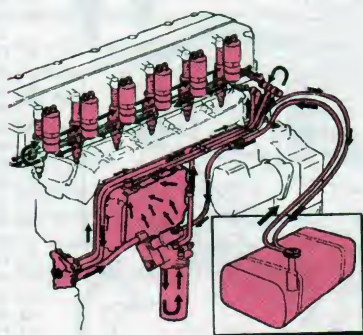
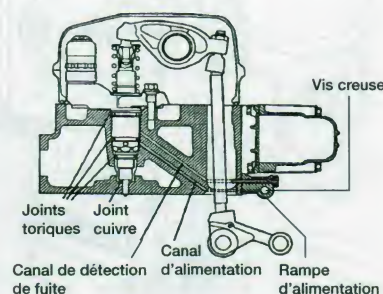

Figure 78.4. Circuit basse pression sur un moteur Volvo DH12, avec injecteurs-pompes
Figure 78.5. Circuit interne basse pression d'une culasse de moteur Scania
- *circuit d'alimentation* basse pression (fig. 78.4 et 80.3), à l'extérieur et à l'intérieur de la culasse (fig. 78.5) ;
L'alimentation en carburant des *injecteurs-pompes* est assurée par l'intermédiaire d'une pompe (électrique sur VL, à engrenages sur poids lourds ou industriel, **fig. 78.4**). La pression du système varie entre 2 bar, à plus de 7 bar, régulée par un *clapet* de décharge en sortie de *culasse*. Le calculateur, sur certains équipements, est relié et refroidi par la circulation du carburant en aspiration (**fig. 78.4**). La (ou les) culasse(s) comprend les canalisations de carburant, permettant le fonctionnement des *injecteurs-pompes*.
L'étanchéité est obtenue par des joints toriques, et il existe, sur certaines culasses, un canal supplémentaire appelé « canal de fuite » (**fig. 78.5**), permettant le repérage éventuel d'un joint torique défectueux, avant un problème de dilution (**fig. 78.5**).